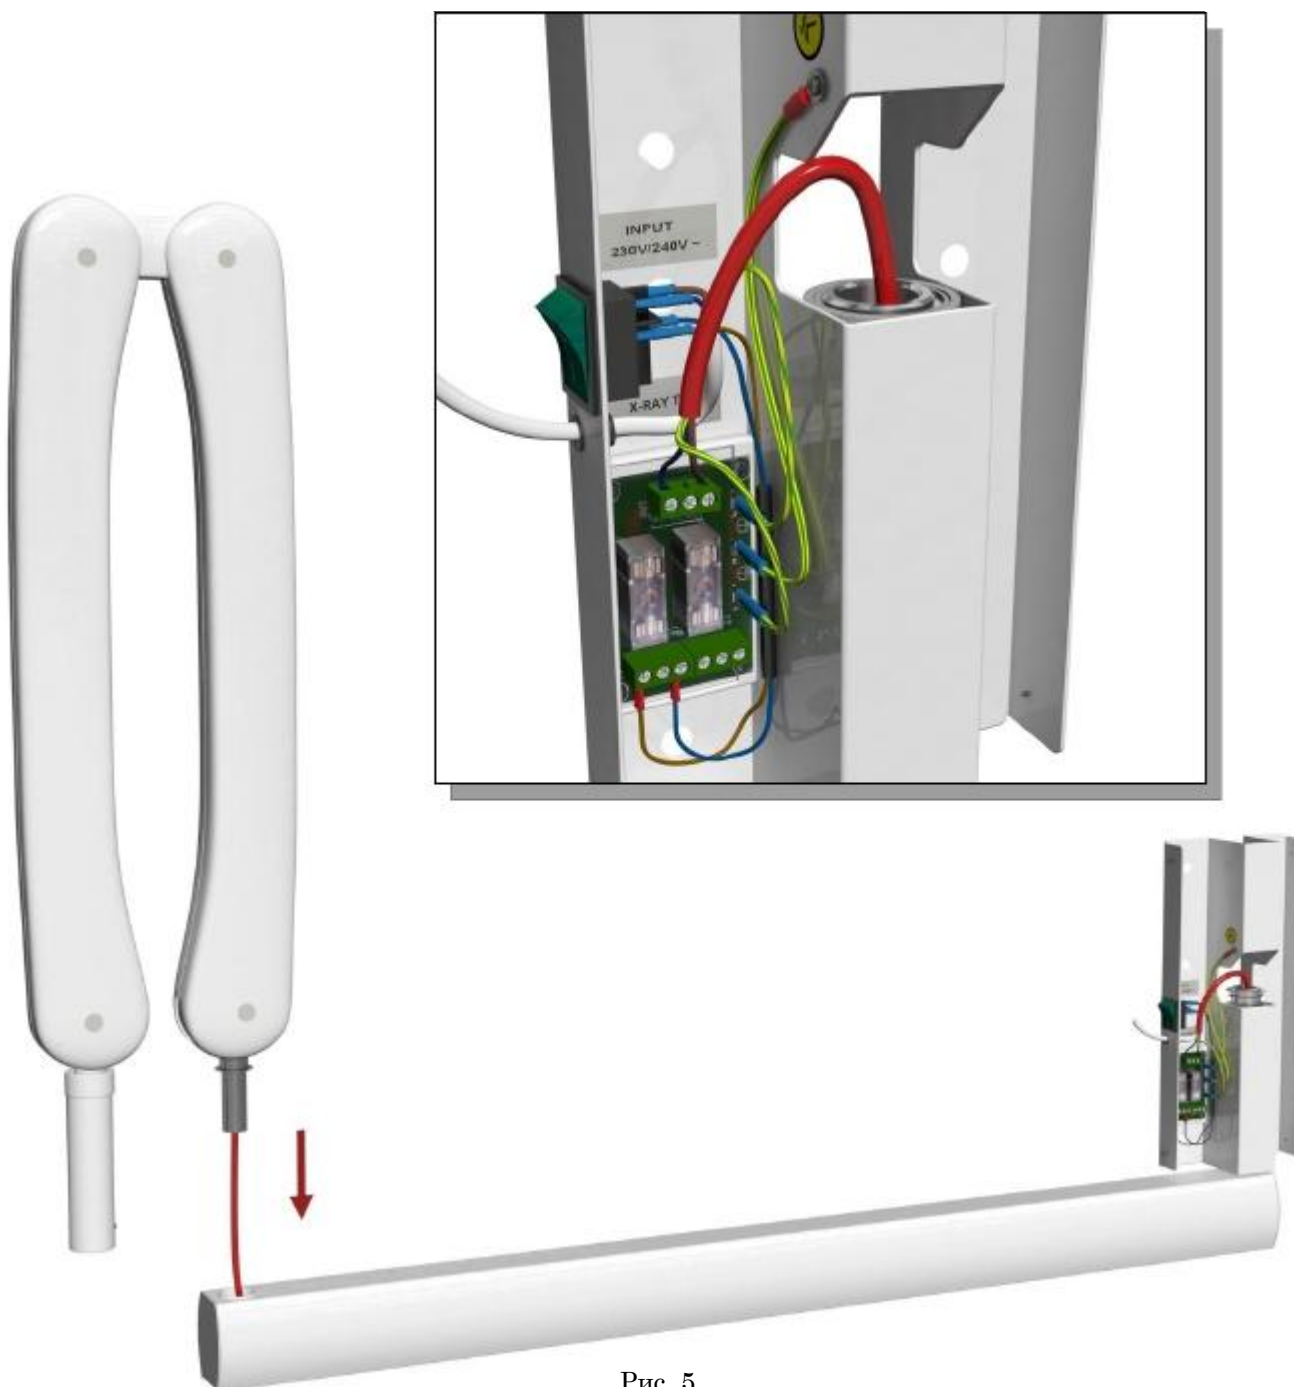

Рис. 5
- ✓ Вставьте двойной рычаг пантографа (C) в удлинение (B) и вставьте кабель, как показано на рис. 5. Закройте удлинение. Соедините кабель с двойного рычага пантографа в выход рентгеновской трубки и провод заземления IN в его разъем.